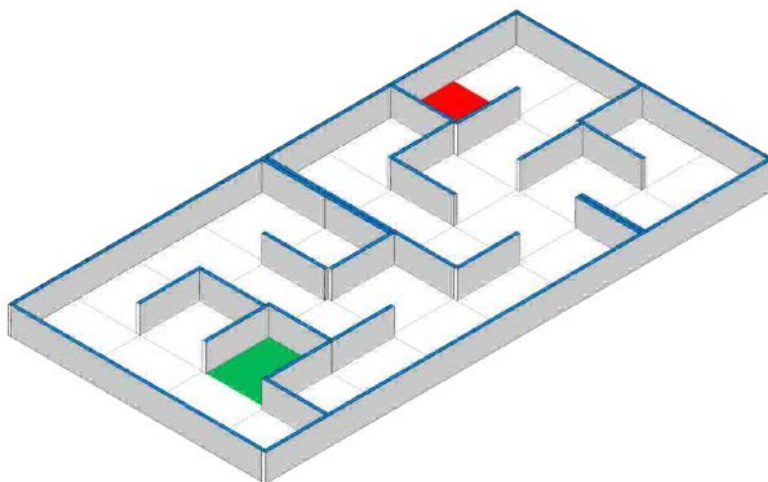

Рисунок 4. Примерный вид лабиринта.
8. Между любыми двумя секциями может быть только один путь (т.е. в лабиринте нет «циклов»). Примерный вид лабиринта показан на рис. 4.